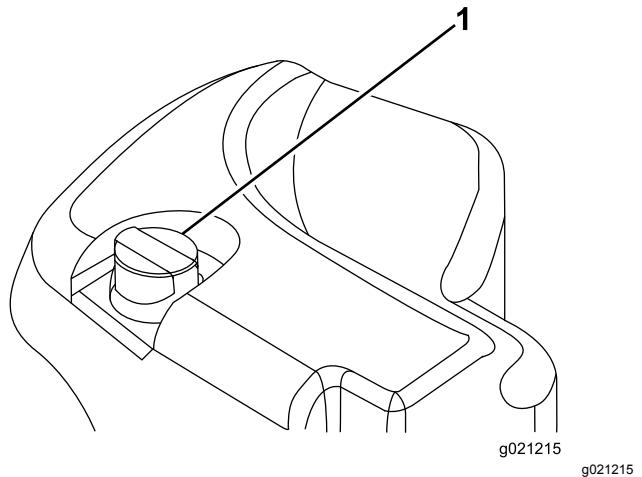

図 30
2. 油圧オイルタンクの注油口周辺をきれいに拭く図 30。給油口からキャップを取る。